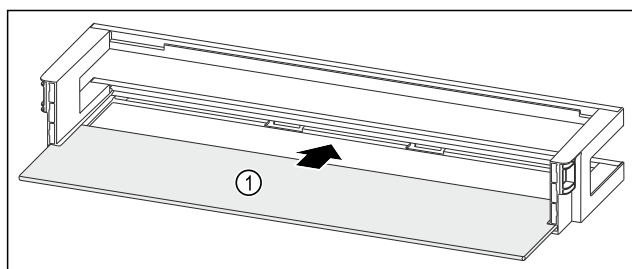

Fig. 260 Дверная полка со съемной полкой
- Вдвиньте съемную полку Fig. 260 (1) в боковые пазы.